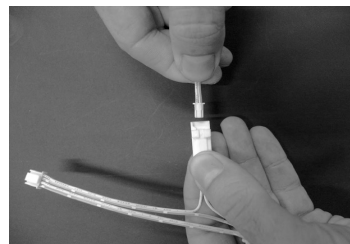

Fig 2
4. Conecte el conector de empalme del AG-9300 al conector correspondiente del arnés. Conecte el conector de empalme de la caja de control al conector correspondiente del arnés (fig 2).